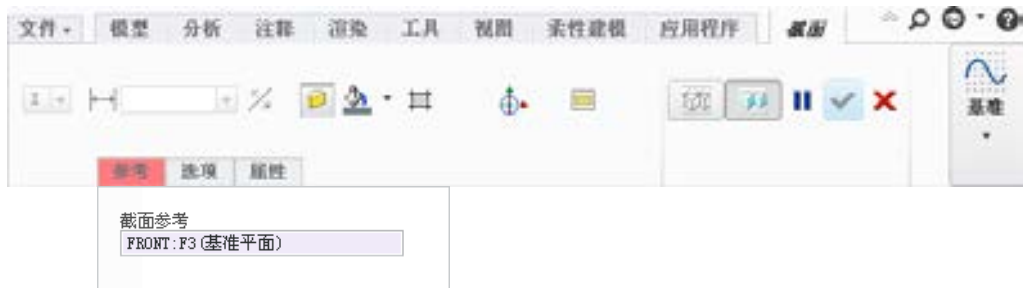

图 3.2.10 “截面”操控板
Step4. 系统弹出“截面”操控板，如图 3.2.10 所示。